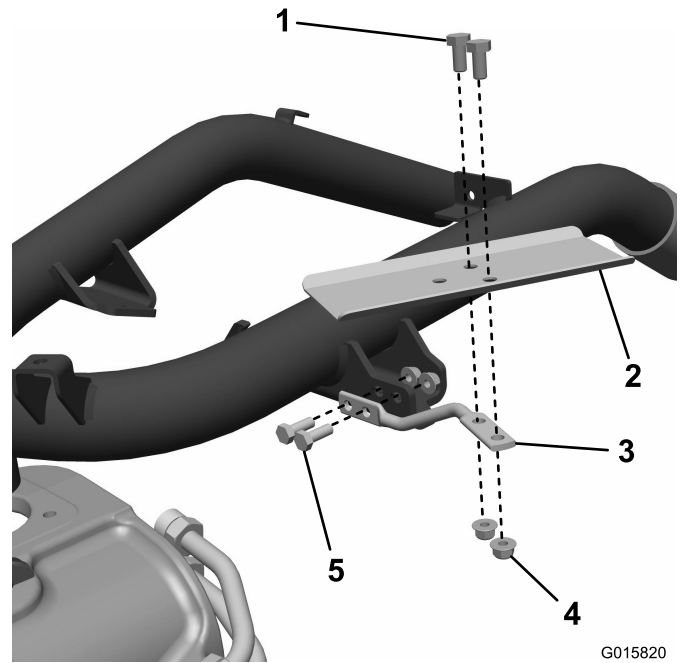

Figura 8
1. Instale el soporte de alambre en el bastidor y sujételo con 2 pernos (5/16") y 2 tuercas (Figura 8).